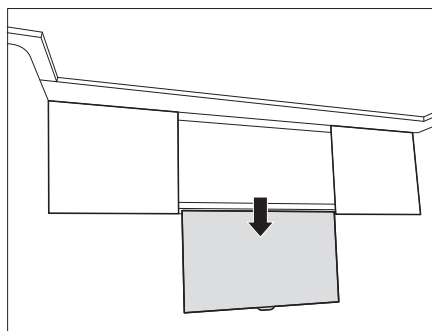

Fig. 138 Pantalla plana en posición inferior
- Tirar de la pantalla plana hacia abajo mediante el tirador (Fig. 138).